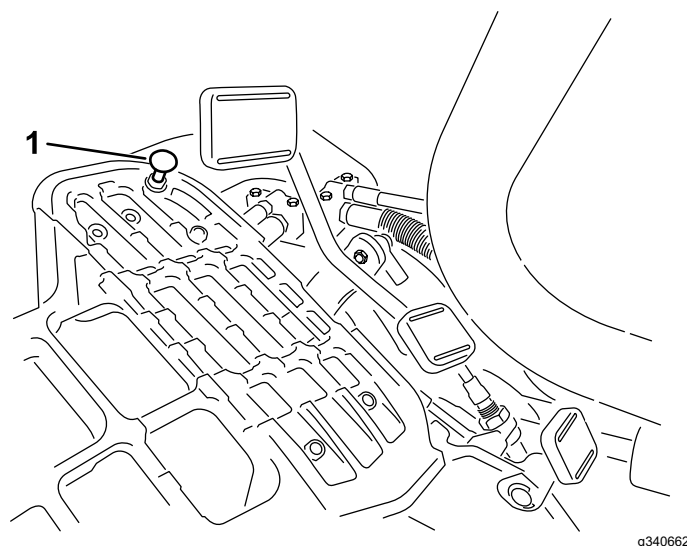

Figura 45
Para obtener la velocidad máxima de transporte, ponga la palanca de control funcional en la posición de TRANSPORTE y pise el pedal de tracción. Si el pedal toca el tope (Figura 45) antes de que se note tensión en el cable, ajústelo como se indica a continuación:
1. Ponga la palanca de control funcional en la posición de TRANSPORTE y afloje la contratuerca que fija el tope del pedal a la chapa del suelo (Figura 45).